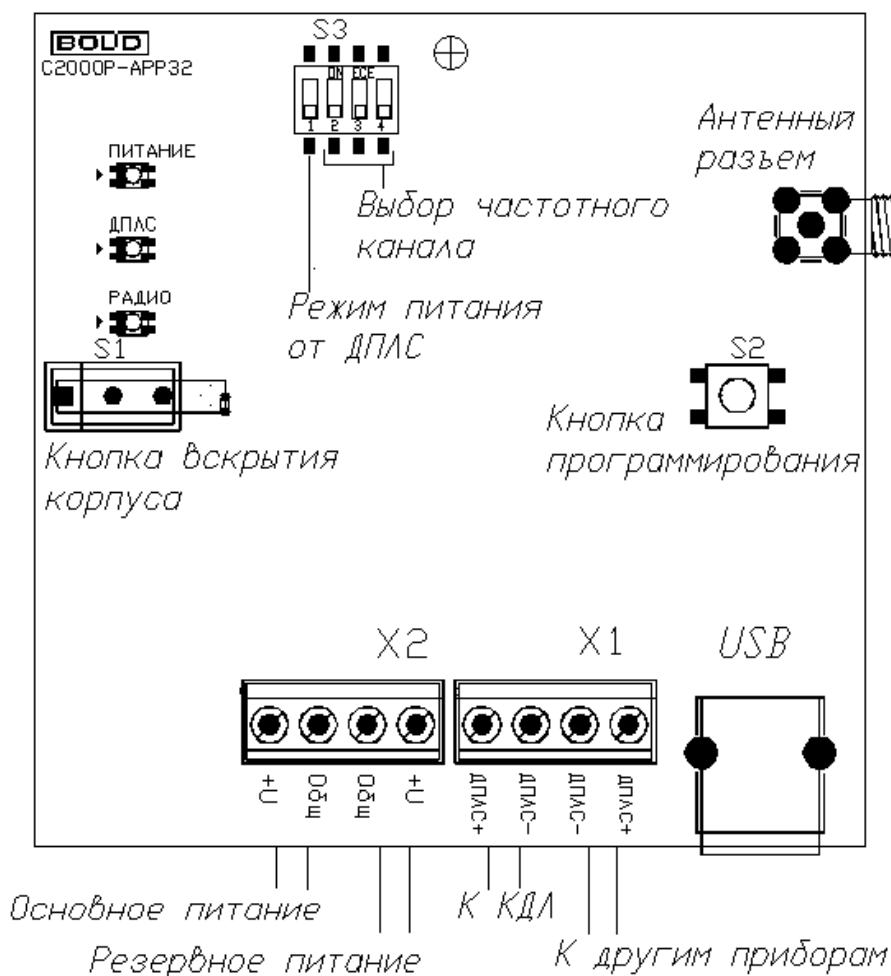

Рисунок 4-1 «С2000P-APP32»
Существует два режима питания APP32, выбор режима осуществляется при помощи переключателя S3.1 (см. Рисунок 4.1).
В режиме питания от внешних источников, подключаемых к клеммам X2 (см. Рисунок 4.1), при штатной работе системы отсутствует потребление из сети ДПЛС. В данном режиме APP32 контролирует напряжение внешних источников питания, которое должно находиться в диапазоне от 9 до 28 В.
АРР32 имеет три двухцветных светодиодных индикатора (см. Рисунок 4.1):
2. Подключите антенну, входящую в состав прибора, к антенному РЧ разъему на плате (см.Рисунок 4.1);
Выбор РЧ канала осуществляется вручную посредством переключателей S3.2—S3.4 (см. Рисунок 4.1), либо в автоматическом режиме. После выбора канала APP32 и все подключённые к нему РУ переходят на выбранный канал в течение трёх периодов опроса.
Процедура запускается посредством комбинации нажатий кнопки программирования **S2** (см. Рисунок 4.1) «*двойное короткое – длинное*». Процедура анализа занимает 4 минуты, при этом подаётся световая индикация: светодиоды «Питание» и «ДПЛС» выключены, «Радио» поочередно мигает зелёным и жёлтым с частотой 4 раза в секунду.
- Установите переключатели S3.2, S3.3 и S3.4 (см. Рисунок 4.1) в положение «On».